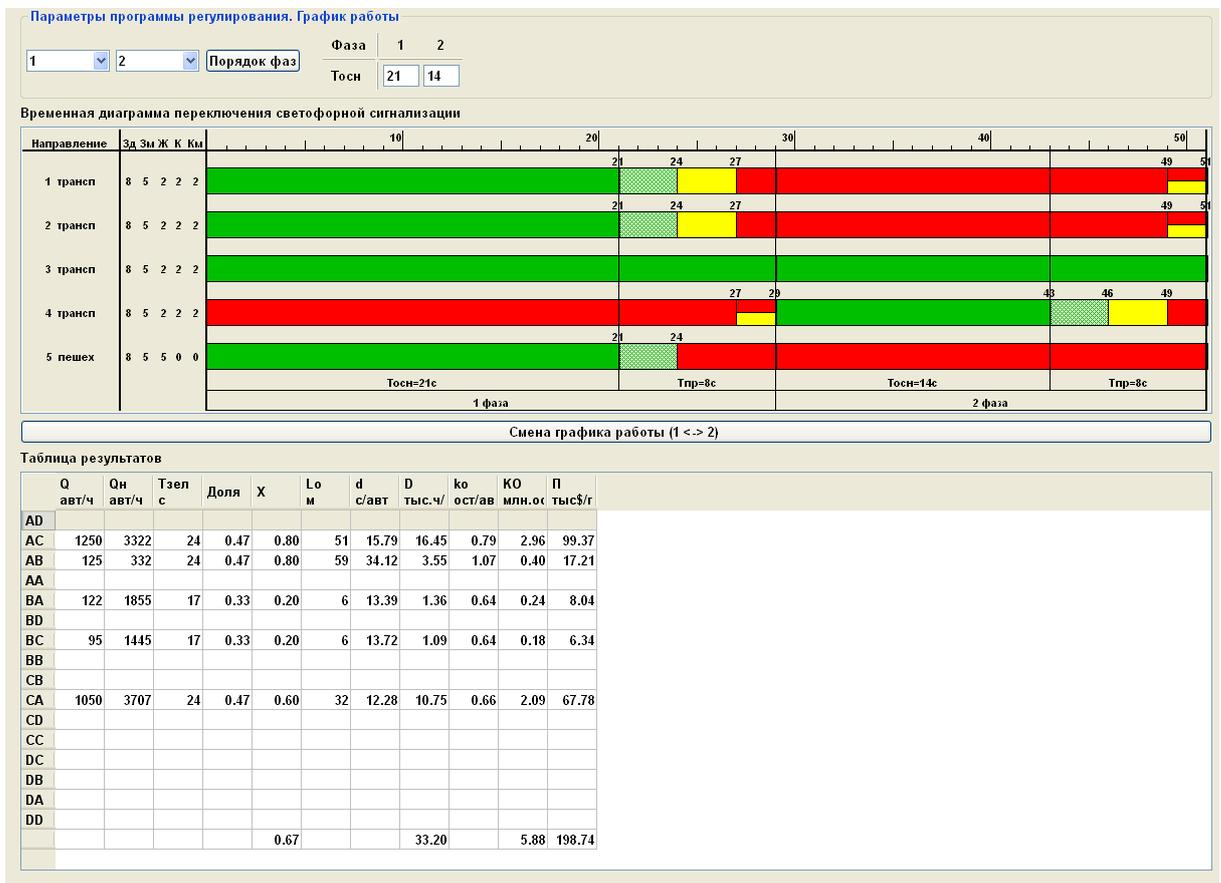
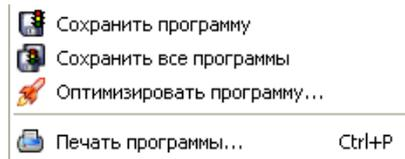

Рисунок 51
Рисунок 63
При нажатии кнопки "ОК" в дерево "ОДД перекрестка" (см. рис.19) к выбранному элементу "Интенсивность" на панели управления добавляется подэлемент «1» с введенным названием и появляется активное окно (рис. 51):
3.3.2.2.4. Пункт меню "Программа" (см. рис. 23) содержит команды (рис. 63):
При выборе команды "Печать программы..." (см. рис. 63) на печать выводится временная диаграмма переключения светофорной сигнализации активного окна (см. рис. 51).